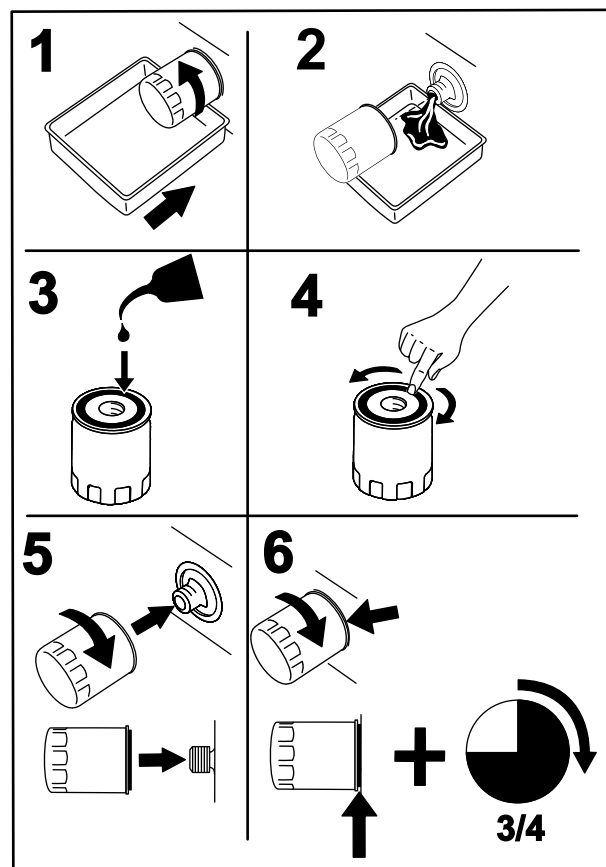

Figure 71
8. Placez un bac de vidange sous le filtre de collecteur (Figure 71).